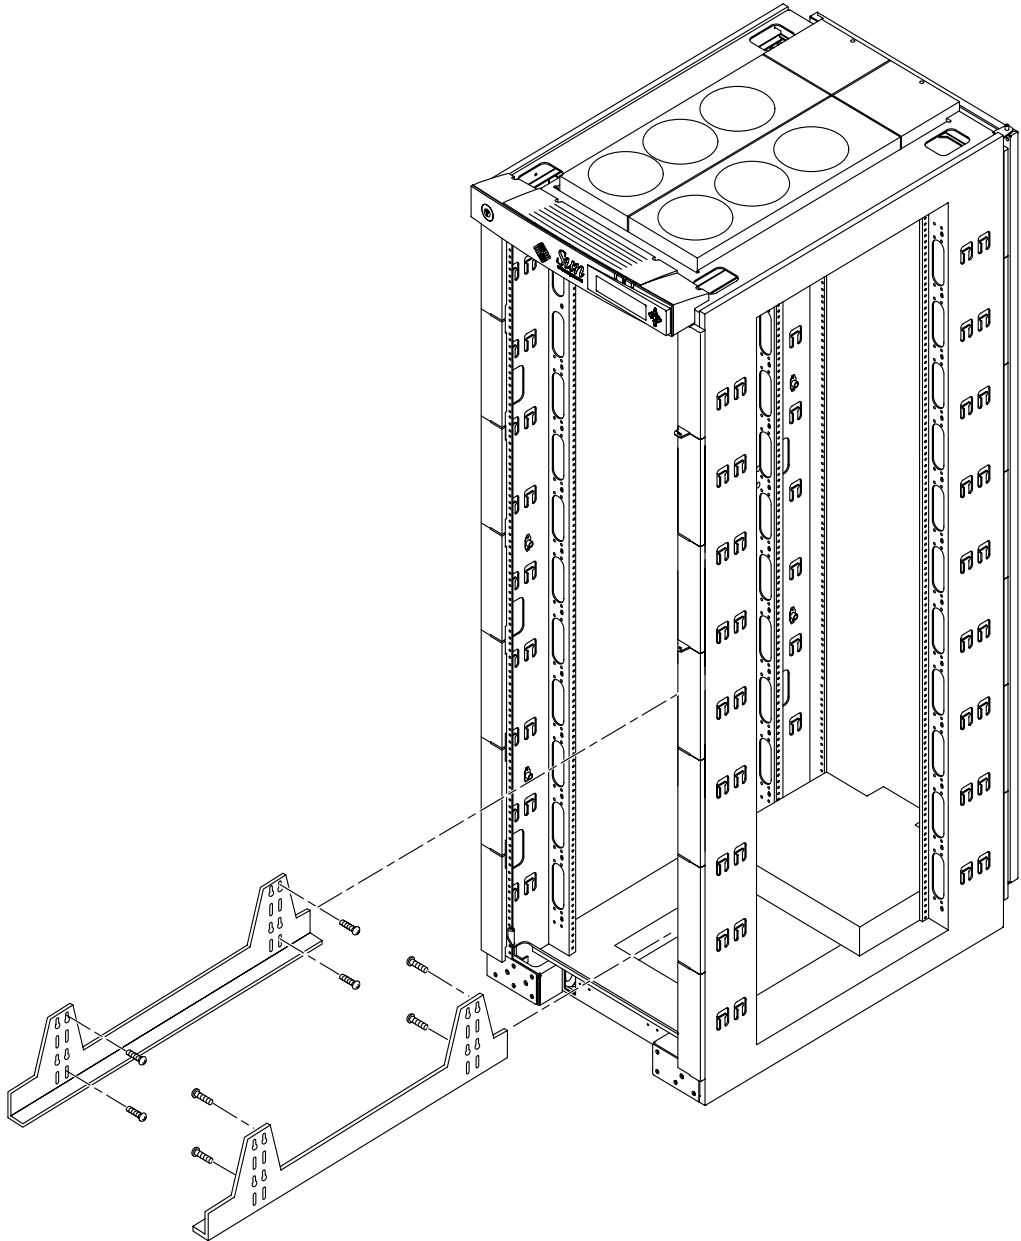

図 3-2 Sun Fire キャビネットへの固定部品の取り付け
2. 各レールに4つの取り付けねじを使用して、レールを Sun Fire キャビネットに取り付けます (図 3-2)。